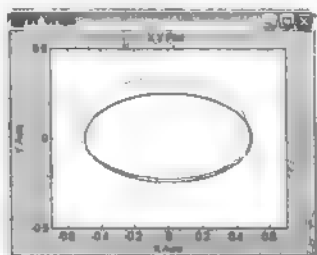
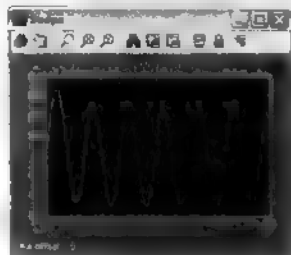

图 6.7 系统相轨迹图
图 6.8 系统时程轨迹图
(7) 运行仿真。单击  按钮, 或者选择 Simulation | Start 命令, 或者按 Ctrl+T 快捷键。
(8) 查看运行结果。X-Y Graph 会自动弹出运行结果, 如图 6.7 所示, 横坐标是位移, 纵坐标是速度。双击 Scope 模块, 会弹出如图 6.8 所示位移时程曲线, 单击图中的望远镜按钮, 可以自动调整坐标的大小。